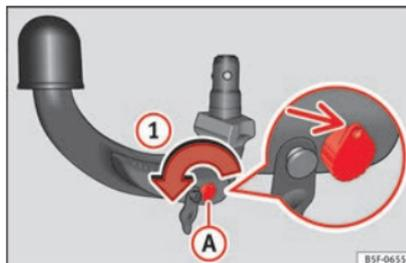

Fig. 220 Passaggio 1
- Girare la chiave nel senso della freccia ① finché la parte bucata raggiunge la sua posizione superiore » **fig. 220**.